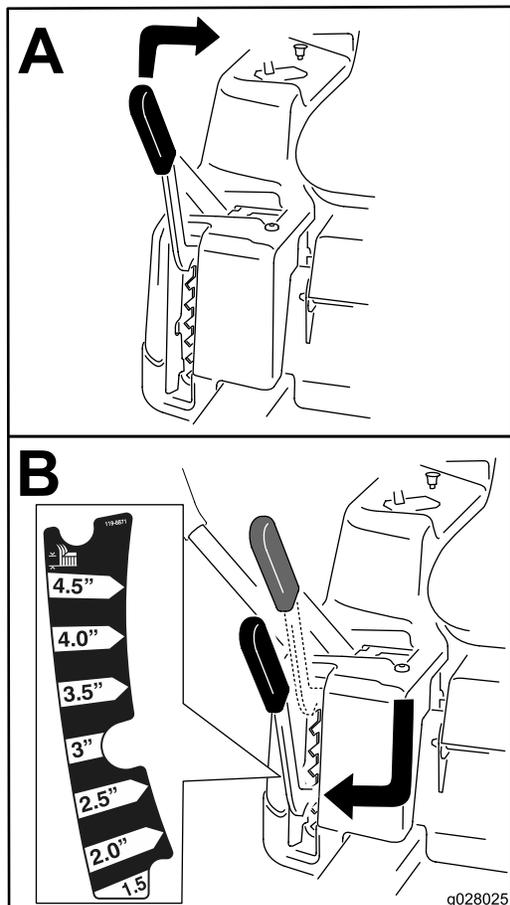

Figure 20
**Remarque:** La position de transport est la position de hauteur de coupe la plus élevée (115 mm [4½ po]), comme montré à la Figure 20.
La hauteur de coupe est réglée par le levier situé à droite de la position d'utilisation (Figure 20).